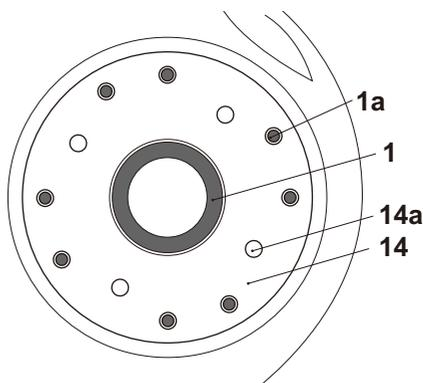

Fig.14
- > Alinee los 8 orificios en el adaptador del portaherramientas (14) con los 8 pines (1a) y coloque el adaptador del portaherramientas mientras los pines (14a) miran hacia fuera (Fig. 14).